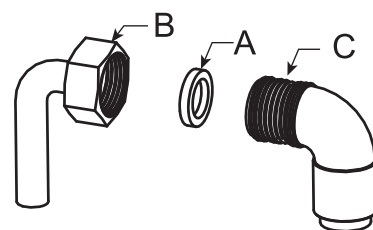

Рисунок 8
Газовый впускной патрубок для этих приборов имеет диаметр 14" с наружной резьбой конического газового типа, в соответствии со стандартом ISO 7-1. Убедитесь, что соединение выполнено с помощью жестких труб. При подключении газа важно поместить прокладку (A) между впускной трубой (C) и патрубком (B) для обеспечения газонепроницаемого уплотнения (Рис. 8).